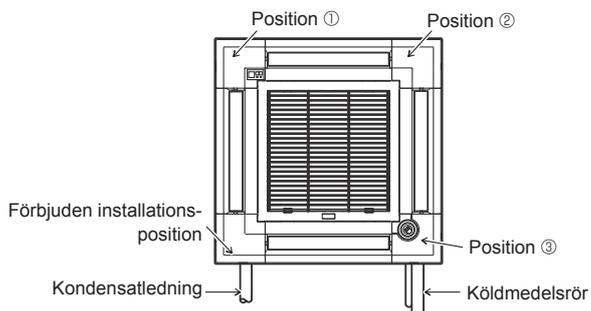

Fig. 9-11
Montera hörnpanelen för signalmottagaren på panelen och sätt fast med skruven. Hörnpanelen för signalmottagaren kan inte monteras på samma sida av huvudenhetsen som kondensatledningen. (Se Fig. 9-11)
- * Ändra funktionsinställningarna om i-see-sensorn flyttats från standardposition (position Ⓒ) till den andra positionen. (Se sida 174 och Fig. 9-11)
- Hörnpanelen för i-see-sensorn kan inte monteras på samma sida av huvudenhetsen som kondensatledningen. (Se Fig. 9-11)